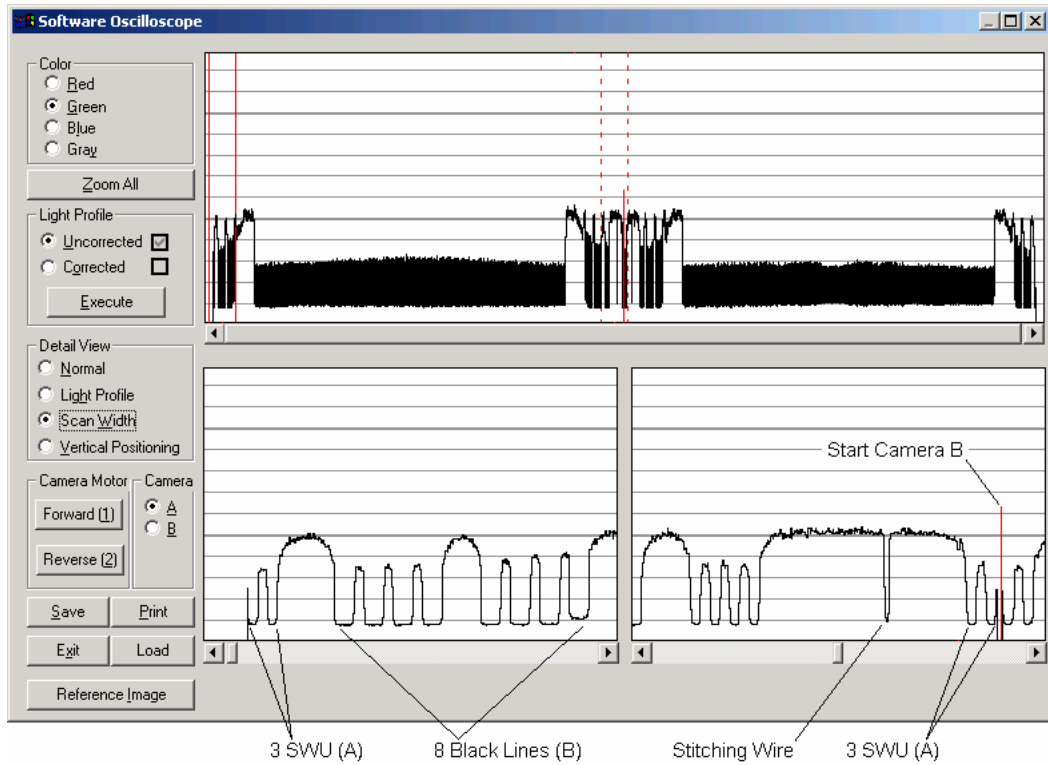

Fig. 4-30 COUGAR Tx 36, CHAMELEON Tx 36, PREMIER Tx 36
- Fig. 4-30 COUGAR Tx 36, CHAMELEON Tx 36, PREMIER Tx 36, Scan-Width (A), page 108